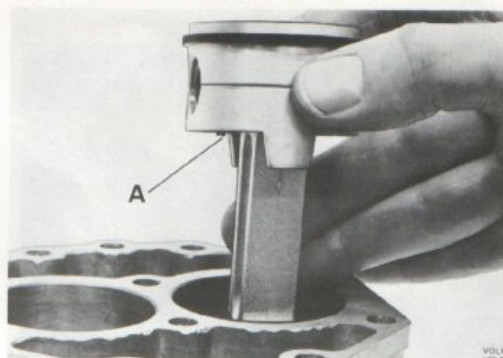

Bild 59. Montering av kolv med vevstake
8. När den nya kolven och vevstaken monteras vänds kolven så att kolvtappens låspinne (A, bild 59) kommer mot mitten av kompressorn. Detta är särskilt viktigt på kompressor A 209, där låspinnen i annat fall kommer att ta i vevaxelns balansvikter.